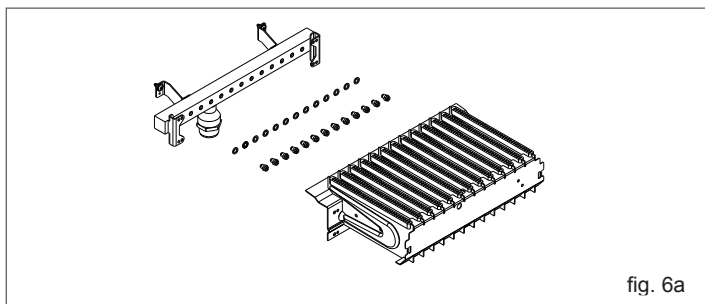

fig. 6a
- utilizzando una chiave a tubo o a forchetta, rimuovere gli ugelli e le ranelle e sostituirli con quelli presenti nel kit (fig. 6a).